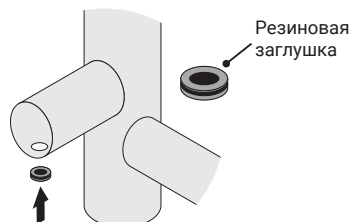

Рис.9
4.2.5. Технологическое отверстие в модуле скрытого подключения закрыть резиновой заглушкой которая входит в комплект полотенцесушителя (рис. 9).